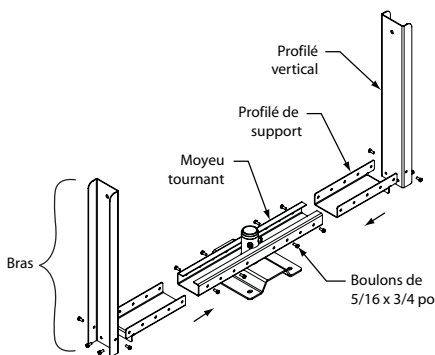

Figure 12 — Assemblage du support de fixation au plafond
- Voir la Figure 12. Attacher un (1) profilé vertical à un (1) profilé de support avec quatre (4) boulons de 5/16 x 3/4 po pour former un (1) bras. Répéter pour former le second bras.